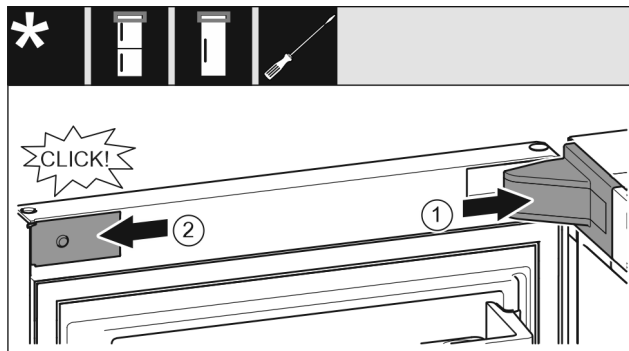

Fig. 42
- ▶ Helyezze fel és pattintsa be a csapágybak fedelét Fig. 42 (1), szükség esetén óvatosan nyomja szét.
- ▶ Helyezze fel oldalra a takarólemezt Fig. 42 (2), és pattintsa be.